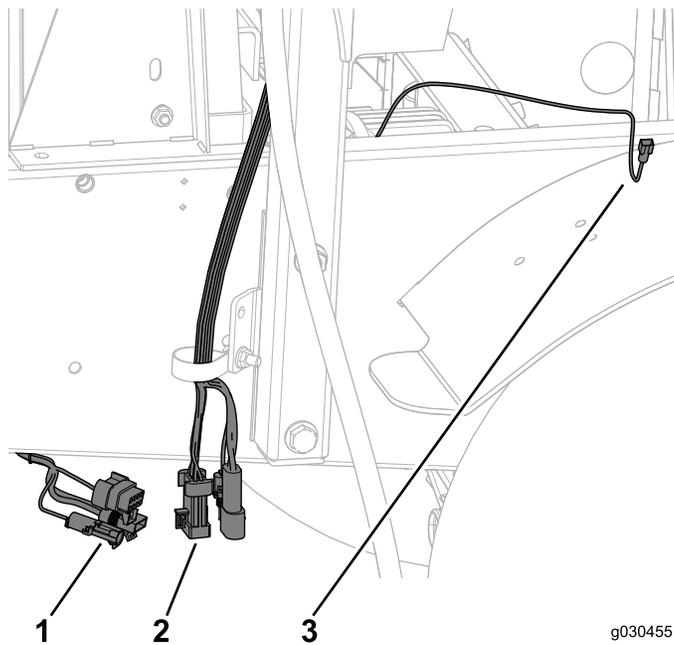

Figura 61
1. Desconecte el arnés de cables de la máquina del arnés de cables de la cabina (Figura 61).